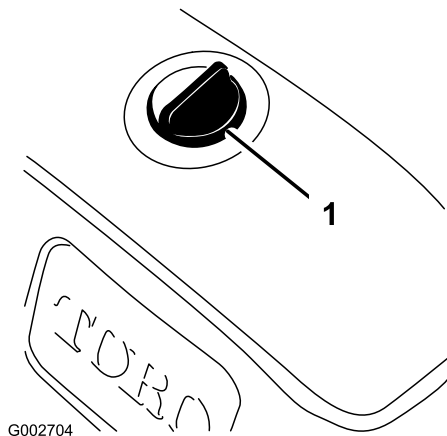

Bild 42
3. Reinigen Sie den Bereich um den Deckel des Hydraulikbehälters, damit keine Rückstände in den Behälter gelangen (Bild 42).